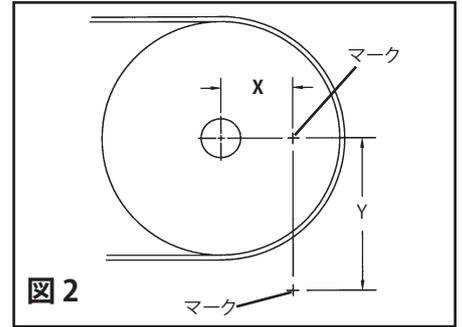

図 2
- ポールの位置が外側に離れすぎている - ブレードとベルトの隙間は、3mmよりも大きくなります。(図2)ブレードが正しく張られている場合、完全に磨耗する前に反転することがあります。ブレードのテンションが軽すぎるとU字型に早く磨耗し、適切なクリーニングができません。
2. シュート壁に寸法を記入します。プーリシャフト (軸) の中心から水平にプーリシャフトの中心から水平に寸法を測り、印をつけます。(注: プーリシャフトの上に水平器を置いて水平線を引き、シャフトの直径の半分を測り、シャフトの正面から線を引きと、より簡単です。次に、X座標からプーリシャフトの直径を引いて、その線上を測り、印をつけます) 次に、Y寸法を垂直に測り、印をつけます。これがクリーナーポールの中心の正しい位置です。(図2) 反対側にも同じ寸法を測り、印をつけます。